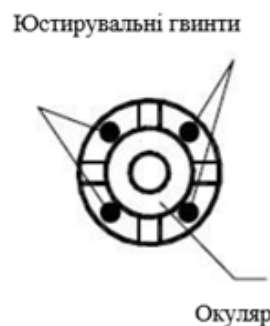

Рисунок 4.8 – Юстирувальні гвинти окуляра
– для виконання юстирування відверніть кришку виправних гвинтів сітки ниток, повернувши її проти годинникової стрілки (рис. 4.8);